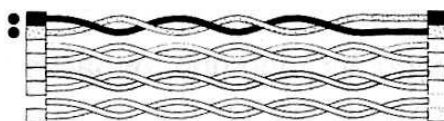

Рис.3
4. «REVERSED (инверсия жил)». Инверсия жил означает, что выводы одного провода в паре подключены к разноименным выводам вилок на концах кабеля (см. рис. 3).